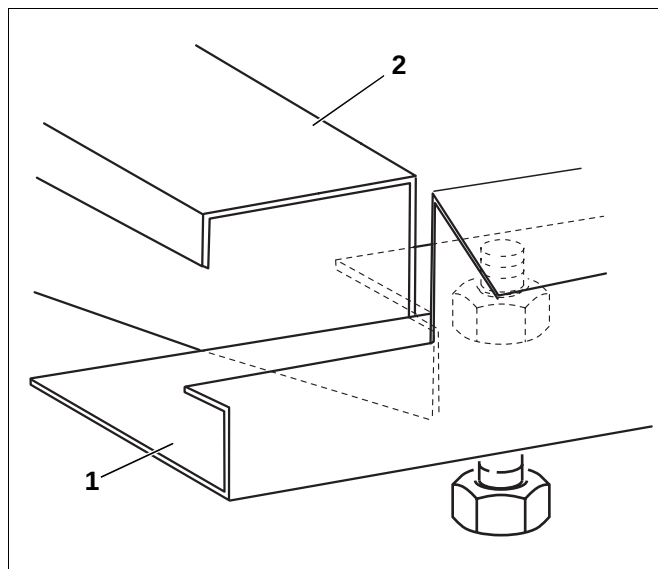

Abb. 41 Längsschiene auf Quertraverse setzen
- Längsschiene (Abb. 41, **Pos. 1**) mit der vorderen Ausklinkung auf die Ausklinkung der Quertraverse (Abb. 41, **Pos. 2**) setzen.